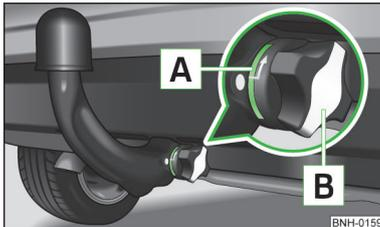

Abb. 10
- ✓ Die grüne Markierung A » Abb. 10 am Handrad zeigt zur weißen Markierung an der Kugelstange.